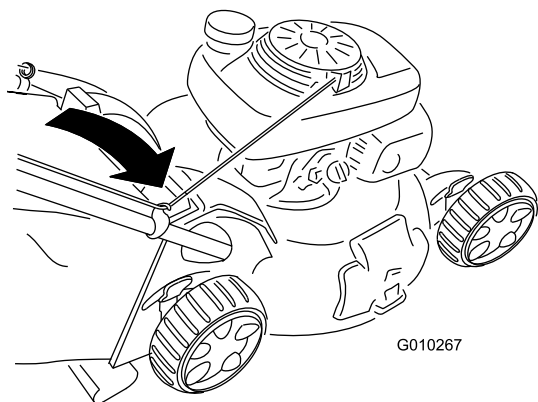

Figure 25
2. Faites passer le câble du lanceur autour du guide inférieur (Figure 25).